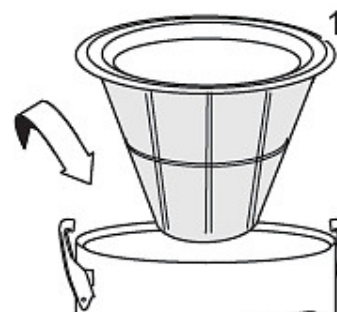

Abb. 4: Einbau des Filters
Schritt 2: Polyester-Filter (Abb.4) in den Behälter einsetzen.